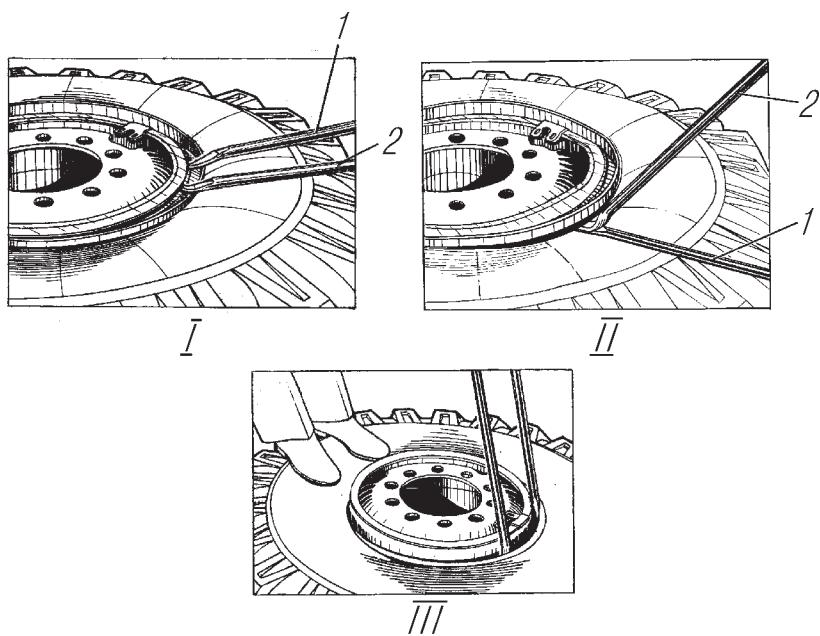

Рис. 45. Разборка колеса:
2. Снять борт шины с посадочной полки обода, для чего ввести плоский конец короткой монтажной лопатки в демонтажный паз между бортовым и замочным кольцами и отжать бортовое кольцо вниз, в образовавшийся зазор ввести рядом плоский конец второй монтажной лопатки (рис. 45, I). Нажимая на обе лопатки и поочередно переставляя их по кругу на расстоянии 50-100 мм друг от друга, несколько осадить бортовое кольцо вместе с бортом шины вниз, а затем, применяя крюкообразный конец большой монтажной лопатки, полностью снять (осадить) борт шины по всей длине с посадочной полки обода.
- между короткой лопаткой и бортовой закраиной (бортовым кольцом) завести крюкообразный конец большой монтажной лопатки так, чтобы плоский конец короткой монтажной лопатки разместился в ее пазу (допускается применять молоток) и, опираясь пяткой второй лопатки о первую, надежно зацепившись ее крюкообразным концом за бортовое кольцо, одновременно отжимая обе лопатки (рис. 45, II), осадить борт шины вниз;
- ввести плоские концы монтажных лопаток между ободом и бортом шины в зоне вентиля на расстоянии 200-250 мм друг от друга (рис. 45, III) и, нажимая на них, переместить часть борта через посадочную полку вверх (вывести его наружу обода). При этом противоположная часть борта шины должна обязательно находиться в монтажном ручье обода;